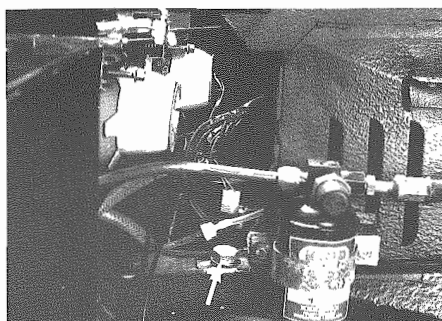

Fig. 14 - Viti fissaggio staffa assorbitori di energia (USA)
- Per smontare le staffe di fissaggio del paraurti o gli assorbitori di energia (versione USA) allentare ed estrarre le viti di fissaggio (**Fig. 14**).
- To remove the fixing bumper or energy absorber brackets (USA version) loosen and take out fixing screws (**Fig. 14**).